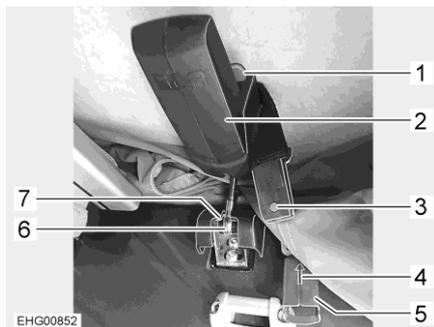

Bild 37 Verriegelung, Aufstelldach Heck (C 530)
- Bolzen (Bild 37,6) in Halterung (Bild 37,7) stecken.
- Schwarzen Griff (Aufschrift SCA) (Bild 37,2) nach oben drücken.
- Roten Hebel (Bild 37,1) nach unten drücken. Dadurch wird der schwarze Griff (Aufschrift SCA) (Bild 37,2) verriegelt.
- Auf beiden Seiten Schnappschloss (Bild 37,5) schließen. Dazu jeweils die beiden Teile des Schnappschlusses zusammenstecken und in Pfeilrichtung (Bild 37,4) übereinander schieben.